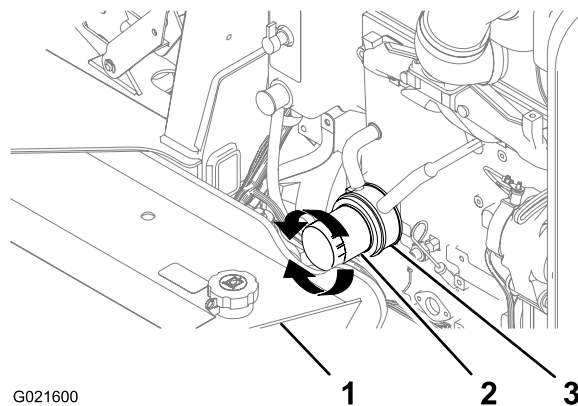

Figura 46
- Coloque un pequeño recipiente de vaciado debajo del filtro de aceite y el adaptador del filtro de aceite (Figura 46).
- Gire el filtro de aceite en sentido contrario al de las agujas del reloj y retire el filtro de aceite (Figura 46).
contacto con el adaptador del filtro de aceite (Figura 46).
8. Gire con la mano el filtro de aceite otra media vuelta (Figura 46).